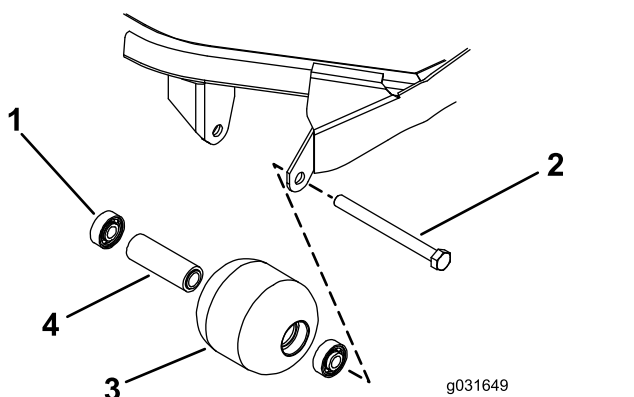

図 69
1. ローラ取り付けボルトを外す 図 69。
4. ローラハウジング、ベアリング、ベアリングスペーサに破損がないか点検する 図 69。
1. アウターレースのみを押すか、インナーレースとアウターレースを均等に押すかして、最初のベアリングをローラハウジングに押し込む 図 69。
2. スペーサを入れる 図 69。
3. アウターレースのみを押すか、インナーレースとアウターレースを均等に押すかして、第二のベアリングをローラハウジングに押し込んでスペーサと接触させる 図 69。